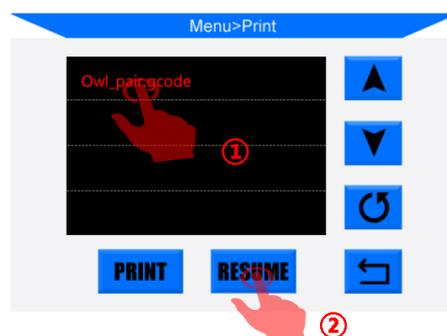

Abbildung 34
- Stecken Sie die SD-Karte in den SD-Kartensteckplatz an der Basis ein. Drucken Sie die gerade gespeicherte Datei (d. H. "Owl\_pair"). Das Gerät heizt automatisch auf und druckt. Wenn während dieses Druckvorgangs ein Stromausfall auftritt, stoppt der Drucker sofort. Nachdem der Strom wieder da ist, können Sie einfach die unfertige Datei auswählen und auf "Resume" klicken (**Abb. 34**). Der Druckkopf positioniert zurück auf die Home Position und setzt dann den unvollendeten Druck fort.